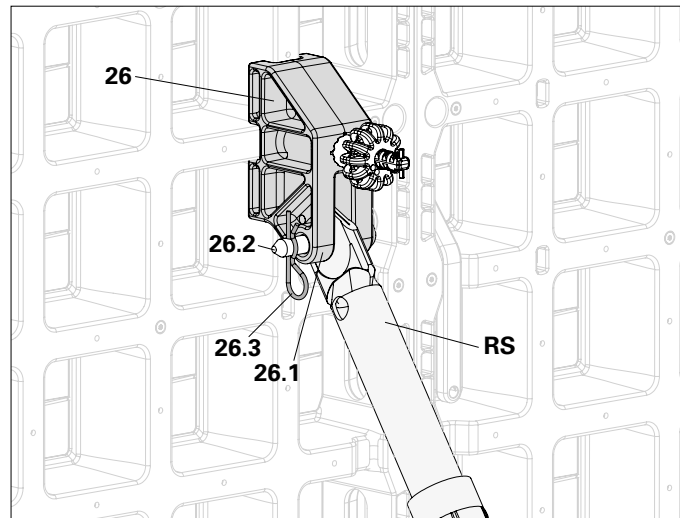

Fig. A6.07
Connecter l'étau tirant-poussant (RS) et les cosses de connexion (26.1) avec des boulons (26.2) et des goupilles de sécurité (26.3). (Fig. A6.07)